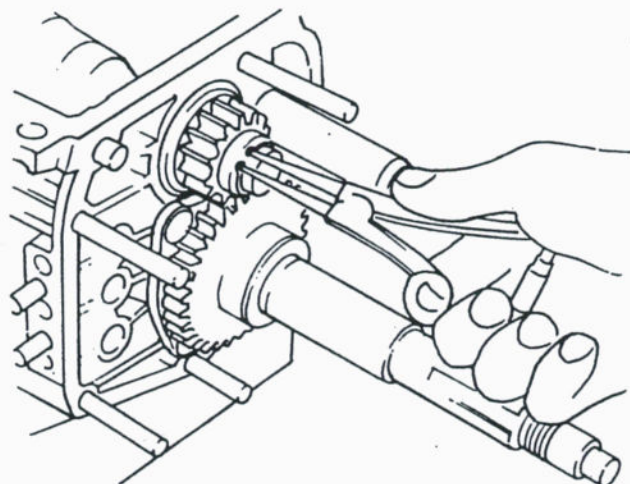

Bild 114
- Mit Hilfe einer Sprengringzange den Sprengring vom Rückwärtsgangrad der Vorgelegewelle abnehmen, wie es im Bild 114 gezeigt ist und das Zahnrad und die Federscheibe herunterziehen. Ebenfalls unteres Zahnrad abbauen.